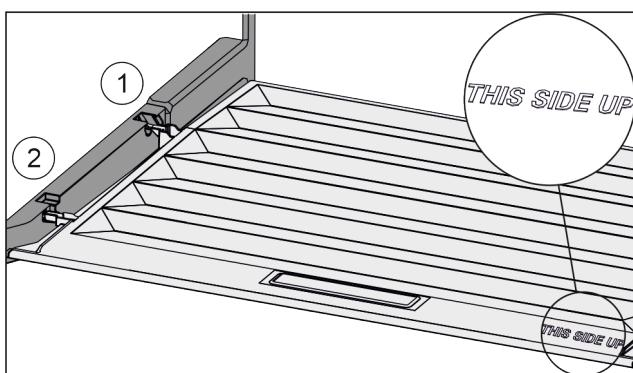

Fig. 98
- Вставить поперечные ребра крышки через отверстие заднего держателя Fig. 98 (1) и защелкнуть спереди в держателе Fig. 98 (2).